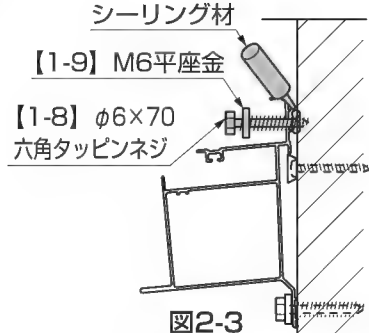

図2-3
- ③躯体にφ4.5の下穴をあけ、シーリング材を充てんし、前枠を【1-8】、【1-9】で取付けてください。（図2-3参照）